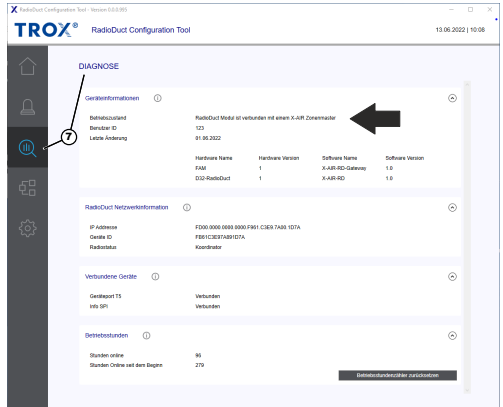

Abb. 22: RadioDuct Diagnose
7. ▶ Verbindungsaufbau zum Master prüfen: Der Verbindungsstatus wird in der Software im Bereich „*Diagnose*“ und am Modul angezeigt, Abb. 22.